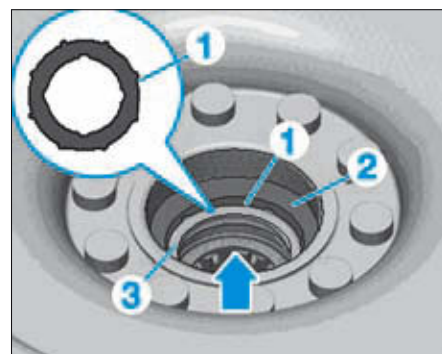
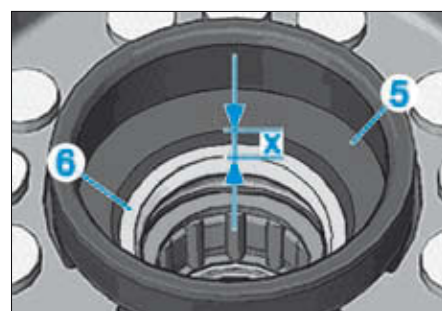

FIG. 7
FIG. 8
- Sur le montage Sachs, la rondelle en matière plastique blanche (1) doit être présente dans le volant moteur. Elle doit se trouver sous la rondelle cuivrée (2) et au-dessus du joint spi (3). Si la rondelle en matière plastique blanche (1) n'est plus en place, il faut remplacer le volant moteur (Fig.7). Mesurer la cote d'usure (X = 2,5 mm mini) de la rondelle en plastique (1) (Fig.8). Si la cote X est inférieure à 2,5 mm, le volant moteur doit être remplacé.